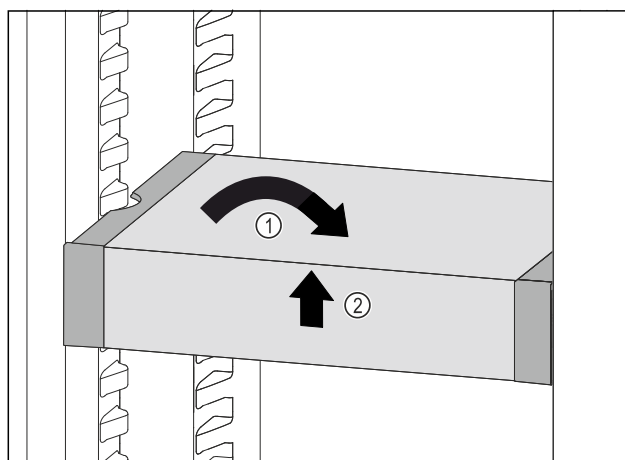

Fig. 191
- ▷ Установите VarioSafe прямо. Fig. 191 (1)
- ▷ Приподнимите VarioSafe спереди. Fig. 191 (2)